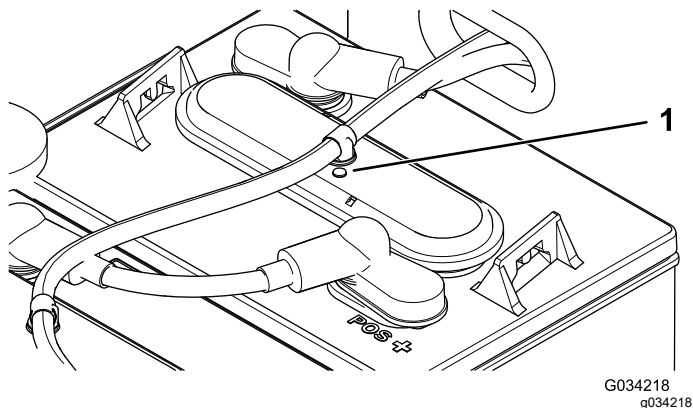

图 37
3. 检查各个电池的孔眼看看是黑色的还是白色的 **图 37**。